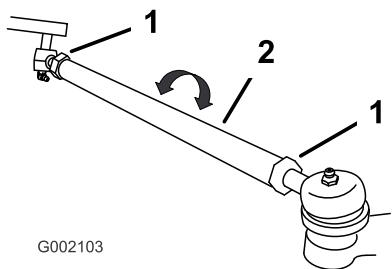

Figure 44
3. Si la valeur obtenue n'est pas comprise dans la plage spécifiée (reportez-vous aux dimensions et aux paramètres mentionnés au début de cette procédure), desserrez les contre-écrous à chaque extrémité des biellettes (Figure 44).